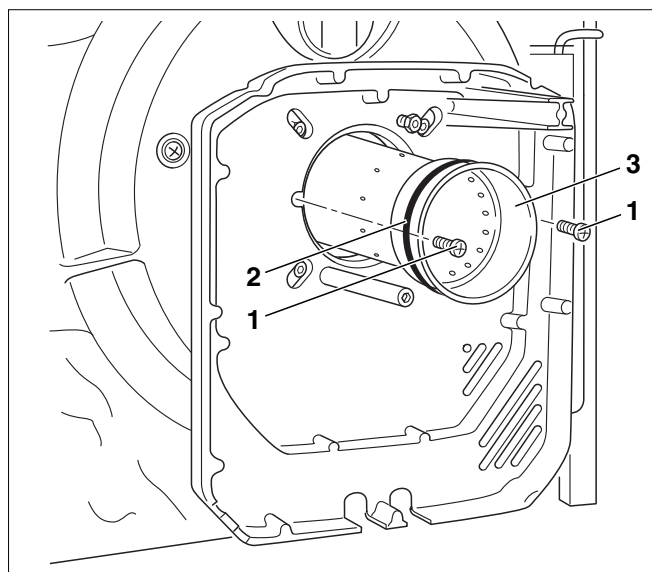

Fig. 51 Sustituir el cañón del quemador y comprobar la junta
- Suelte los dos tornillos de sujeción (fig. 51, **pos. 1**).
- Monte un cañón de quemador nuevo (fig. 51, **pos. 3**) y un anillo tórico (fig. 51, **pos. 2**).